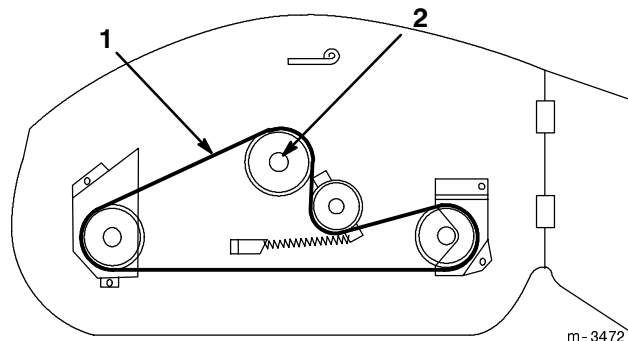

Figure 2
1. Mettre en place la courroie du plateau comme illustré Figure 2. Veiller à la mettre en place sur la poulie centrale inférieure.